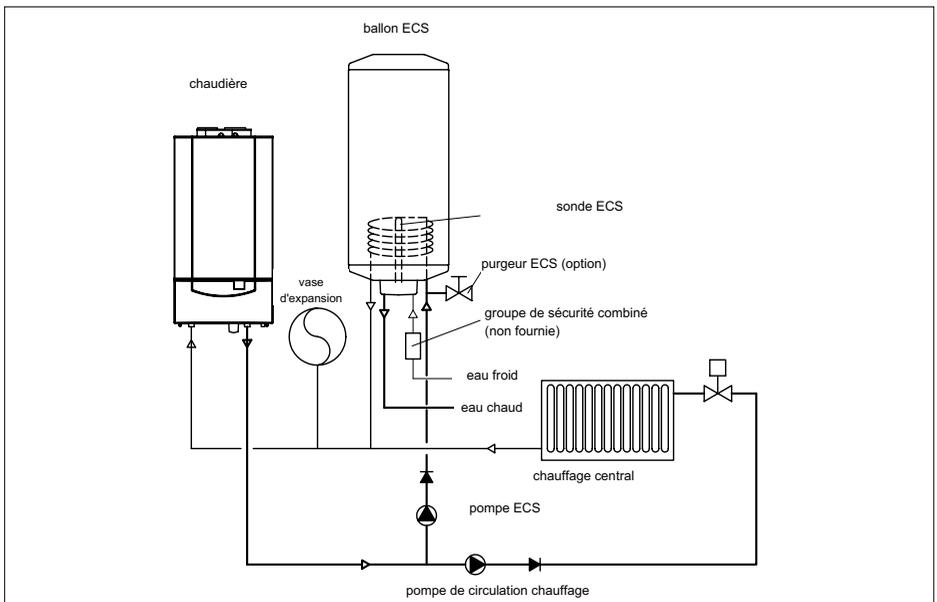
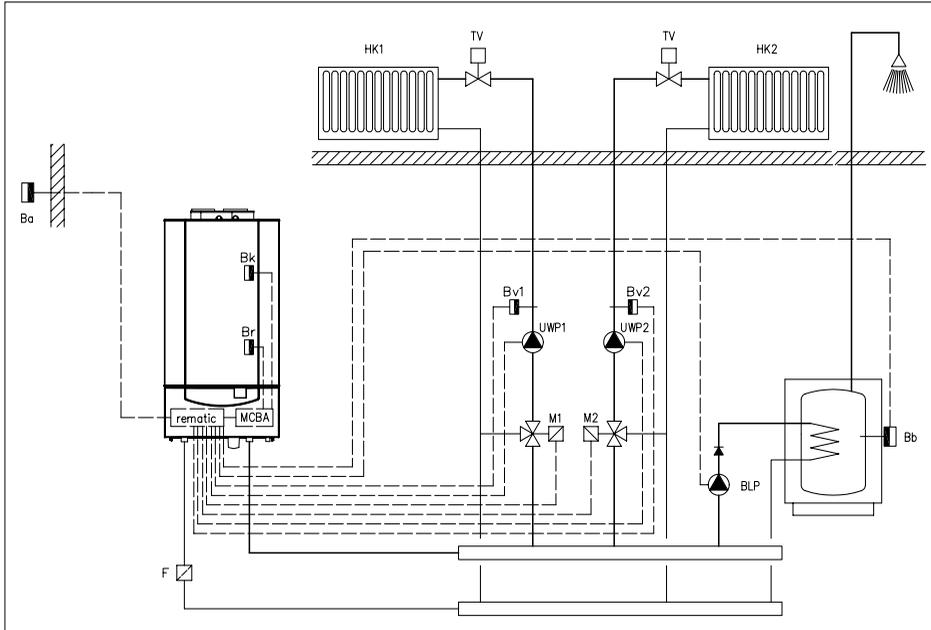
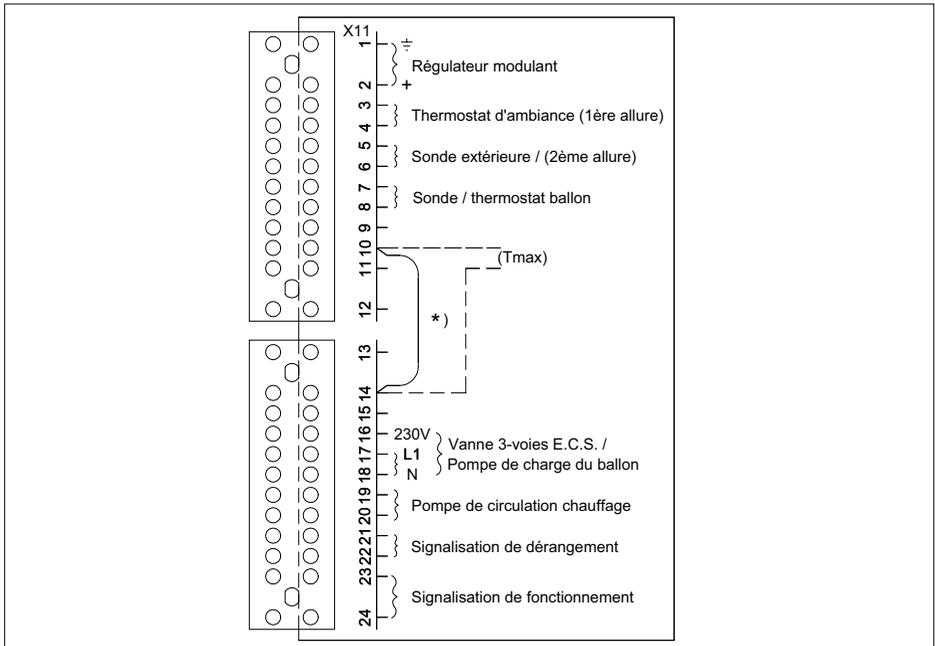
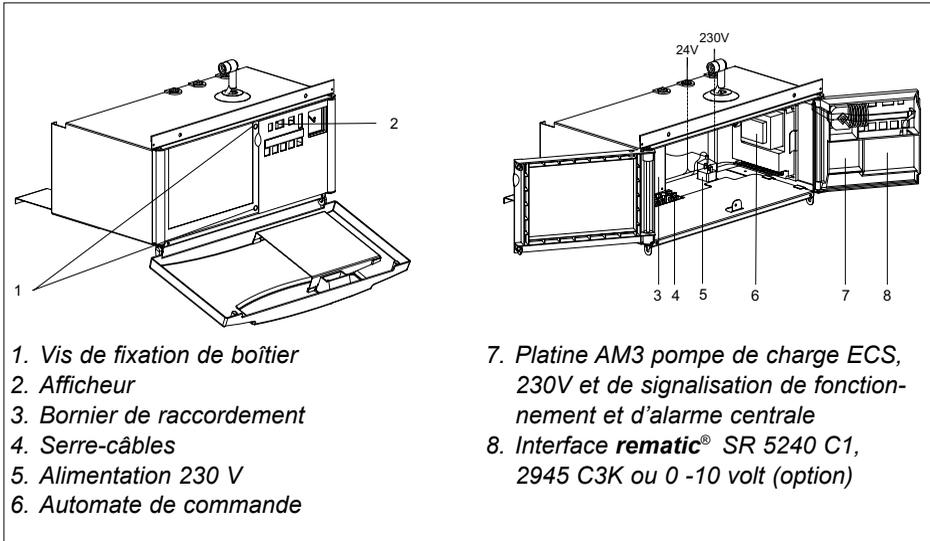

fig. 12 Raccordement d'un ballon ECS à l'aide d'une pompe de charge (schéma de principe)
fig. 13 Exemple de schéma hydraulique avec un régulateur **rematic**®
fig. 15 Bornier de raccordement
fig. 16 Tableau de bord, vues interne et externe.
Un ballon de production d'eau chaude sanitaire peut être branché sur la chaudière Remeha Quinta 85 selon les schémas de principe *fig. 12 et fig. 13* (pour les raccordements électriques, voir Par. 8.5)
Etant donné la perte de charge hydraulique de la Remeha Quinta 85 (140 mbar avec un  $\Delta T$  de 20°C), nous recommandons l'installation d'une pompe de charge pour ballon ECS. Pour la fourniture de chaleur simultanée pour le circuit chauffage et le circuit production d'ECS, voir fig. 13.
Elle est représentée dans la fig. 12. Une pompe de charge ECS doit être raccordée sur les bornes 16 (230 V), 17 (interrupteur) et 18 (N), voir fig. 15.
Un exemple de schéma hydraulique est présenté *par la fig. 13*, montrant des circuits séparés munis d'une pompe de charge et commandés par un régulateur **rematic**®. Celui-ci détermine les besoins calorifiques des différents circuits et assure que cette chaleur soit fournie par la chaudière. La commande modulante de la chaudière assure un fonctionnement optimisé, permettant à la fois la fourniture de chaleur pour le chauffage et pour la production d'eau chaude sanitaire (ECS).
Tous les raccordements supplémentaires (excepté par **rematic**® 2945 C3K) peuvent être réalisés sur le bornier standard de la chaudière, voir fig. 15. Ce bornier se situe dans le bôtier électrique et peut être atteint en dévissant les deux vis du tableau de bord, voir fig. 16. Les possibilités de raccordements supplémentaires sont expliquées dans les paragraphes suivants.
La Remeha Quinta a été préparée pour une communication basée sur le système "OpenTherm", permettant l'utilisation de tout régulateur d'ambiance modulant OpenTherm approprié. Votre fournisseur vous explique quels régulateurs OpenTherm sont compatibles avec la Remeha Quinta. Ces régulateurs doivent être installés dans une pièce de référence. Leur raccordement doit être effectué à l'aide d'un câble à 2 fils sur les bornes 1 et 2 du bornier, voir fig. 15.
Ce régulateur être installé de préférence dans une pièce de référence (raccordement à l'aide d'un câble à 2 fils sur les bornes 1 et 2 du bornier, voir fig. 15). Dans ce cas, une compensation d'ambiance est également disponible.
A l'aide d'une interface spéciale (disponible en option) pouvant être placée dans la chaudière (voir fig. 16), il est possible de commander la chaudière par un signal de 0 -10 volt (sans potentiel), régulation de la température de départ ou de la puissance. Pour cela, il faut agir sur la programmation interne de la chaudière ( $\boxed{R_1} = \boxed{4Y}$ ) ou ( $\boxed{R_1} = \boxed{5Y}$ ), voir Par. 6.5.4.
Le fonctionnement modulant est possible en utilisant une sonde extérieure (fournie en option) en combinaison avec un thermostat d'ambiance (non fourni). Pour ce faire, raccorder les fils de la sonde aux bornes no. 5 et 6 et les fils du thermostat aux bornes no. 3 et 4 du bornier, voir fig. 15. Ainsi, suivant la température ambiante, la chaudière pourra moduler, et régler la température de départ en fonction de la température extérieure (voir fig. 21, pente de chauffe).
Une pompe de charge ECS doit être raccordé sur les bornes 16 (230 V), 17 (interrup-teur) et 18 (N), voir fig. 15.